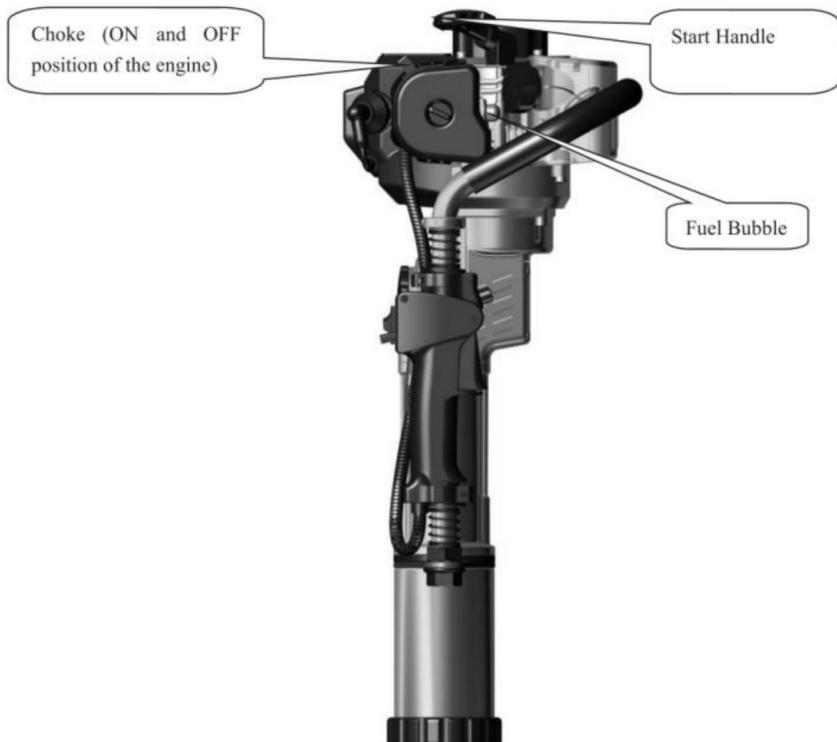

Fig 4
Innan du startar den nya maskinen, tryck på den genomskinliga och halvcirkelformade bränslebubblan upprepade gånger(Fig.4) tills förgasaren är fyld med bränsle.(Om motorn är kall, stäng luftluckan. Öppna luftluckan efter start.)
5.2 Ställ maskinen upprätt enligt Fig.4. Håll den övre delen av maskinen handtag hårt med ena handen medan den andra drar i draghandtaget startmotor i över 50 cm snabbt. Låt inte draghandtaget gå tillbaka fritt in upprepade dragningar men håll den hårt för att undvika skador till följd av snabba elasticitet.